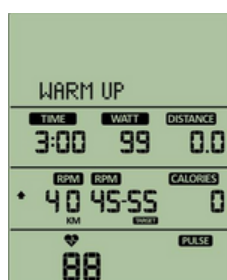

Figura 51
- Si la velocidad supera el rango establecido, la ventana izquierda de RPM mostrará flechas ↑ o ↓ para indicar al usuario que aumente o disminuya la velocidad de pedaleo (Figura 51).